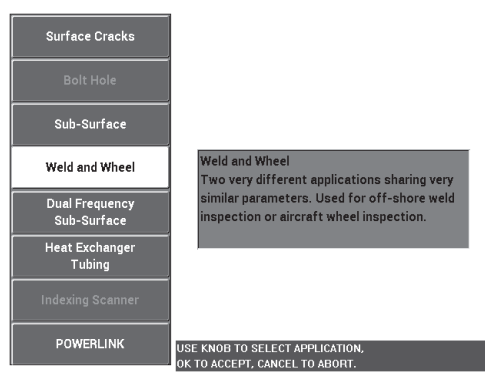

図 5-53 溶接部とホイール用アプリケーション
2. 設定メニューキー（）を一度押し、続いて**アプリ選択**（A キー）を選択してアプリケーション選択メニューを開きます。ノブを使って**溶接部 / ホイール 1**を選択し、 を押してそれを適用します（168 ページの図 5-53 を参照）。